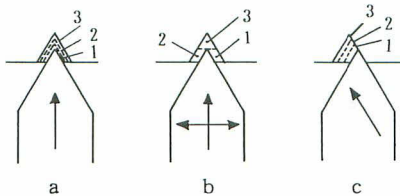
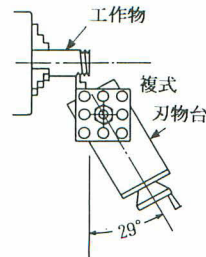

図12-16
図12-17
図12-16 aのように直進させて切りこんで行きますと、ねじ切りが進むにつれて刃先と工作物の接触面積が大きくなるためバイトにかかる力が強くなり、ビビリや食いこみなどの不都合が出てきますので、真鍮、快削鋼などの軟らかい材料でピッチの小さいねじ切りしかできません。これを避けるために、図bのように前進、右、左、前進、の順番に動して刃にかかる力を減らし、最後の仕上げだけ両側面を使うように書物には書かれています。しかし手数がかかるので図cのように切削する方法がもっとも実用的です。図12-17のように複式刃物台を傾けて固定し、左側の刃だけで切るのは、複式刃物台の角度を 30° でなく 29° にしてあるのは、右側の壁も刃先でわずかずつ削って面の荒れを防ぐ目的です。ただし複式刃物台上でバイトを回せない構造ではこの方法は使えません。
- ④モーターのスイッチを入れ、クラッチを入れるとバイトが左に動きはじめる。(これ以後ねじ切り作業がすべて終わるまでクラッチを切ってはなりません)。直ちに手をスイッチに置いてそのまま離さずに、切り終わりの数回転手前でスイッチを切り、惰力で進ませて逃げ溝内で停止させる。
- ⑤横送り台を2回転戻し、スイッチを逆転に入れてバイトをスタート位置まで戻し、スイッチを切る。
- ⑥同じピッチのタップ、またはピッチゲージ(写真12-19)を削り跡にあてがってピッチを確かめる。
- ⑦横送り台の送りハンドルを元の目盛に戻し、さらに切りこみ分だけ進め(図12-17の場合は複式刃物台で)、モーターのスイッチを入れる。正確に同じ道をたどってねじが深くなる。少し手前で切る。
- ⑧5と7を繰返して予定の深さまで切り終えたら、バイトを進めずに(横送り台